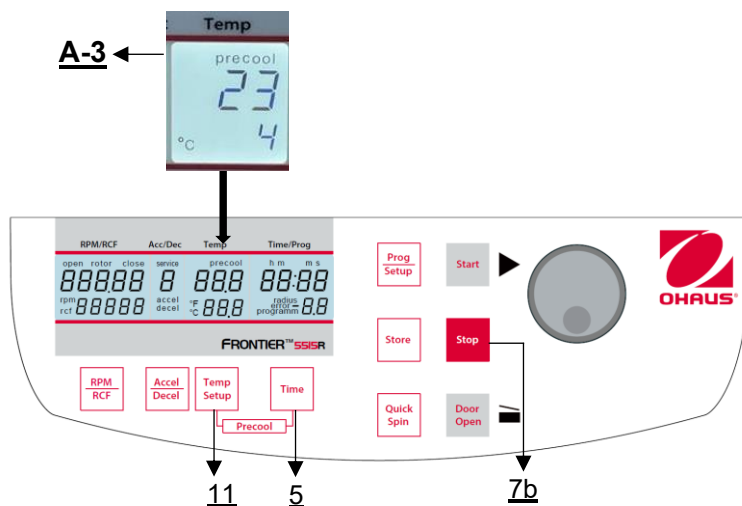

Figura 20
Si las muestras son sensibles a la temperatura, es útil preenfriar la centrífuga, el rotor y eventualmente los Vasos a la temperatura de trabajo requerida. Para ello, introduzca el rotor deseado y preajuste la temperatura correspondiente. Pulsando simultáneamente las teclas **"Temp/Setup"** (11) y **"Time"** (5) puede iniciar la marcha (Figura 20). Durante la marcha, el aparato elige automáticamente una RPM de giro equivalente al 30% o al 50% de la RPM de giro permitida del rotor respectivo (según el rotor). Una vez alcanzada la temperatura preajustada, puede salir de la marcha de preenfriamiento con la tecla **"Stop"** (7b).